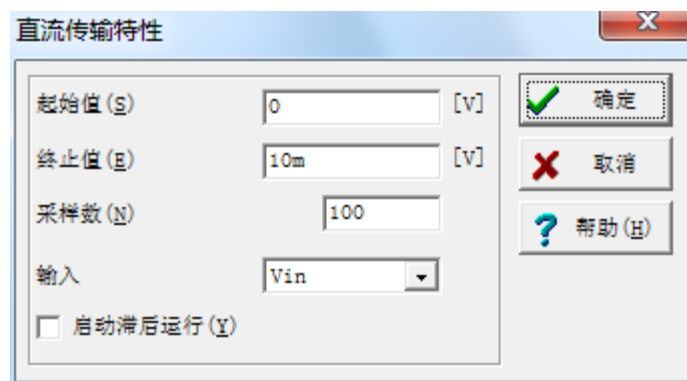
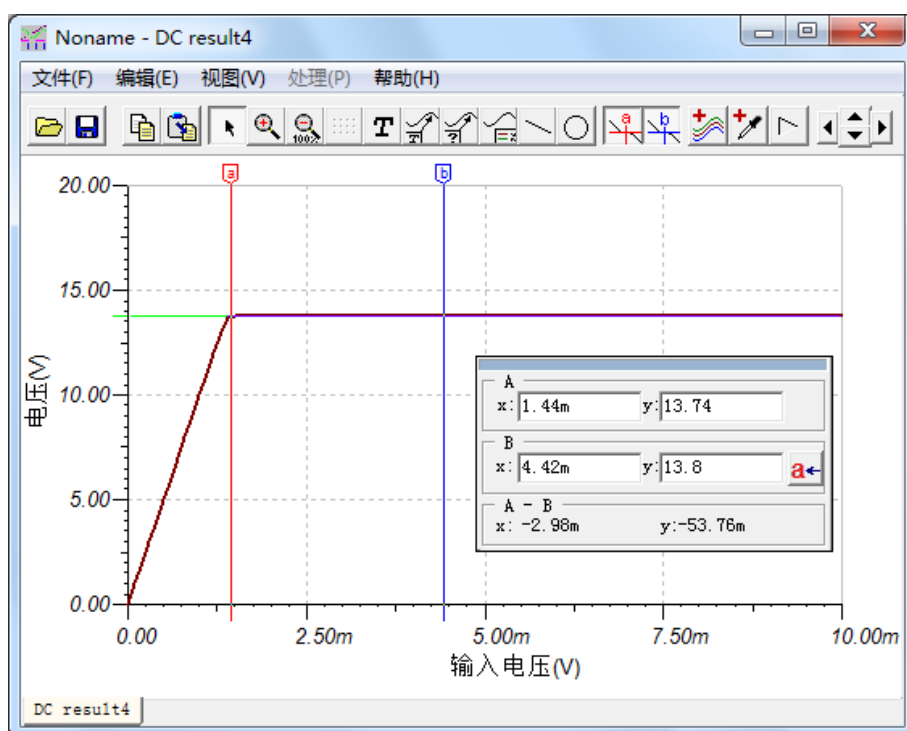

图 11 直流传输特性对话框
图 12 直流传输特性曲线
- 3) 点击‘直流传输特性’，弹出直流传输特性对话框，如图 11 所示，填写输入电压的起始值、终点值以及采样数，点击确定，便可看到直流传输特性曲线，如图 12 所示。可以点击  按键来查看点的坐标值，可以看到，当输入电压为 1.44mV 时，输出接近达到饱和值 13.74V。